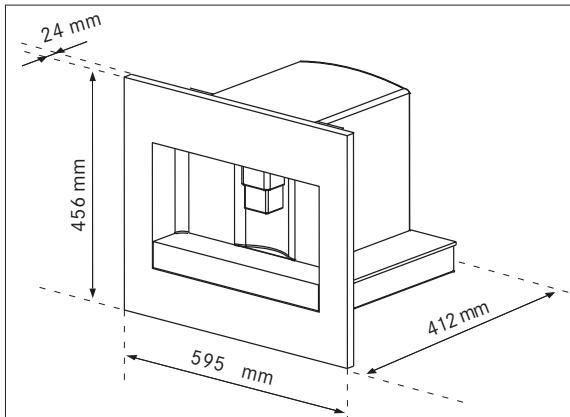

Fig. 1
- Merci de vérifier les mesures minimales nécessaires à l'installation correcte de l'appareil (Fig. 1, 2 and 3).